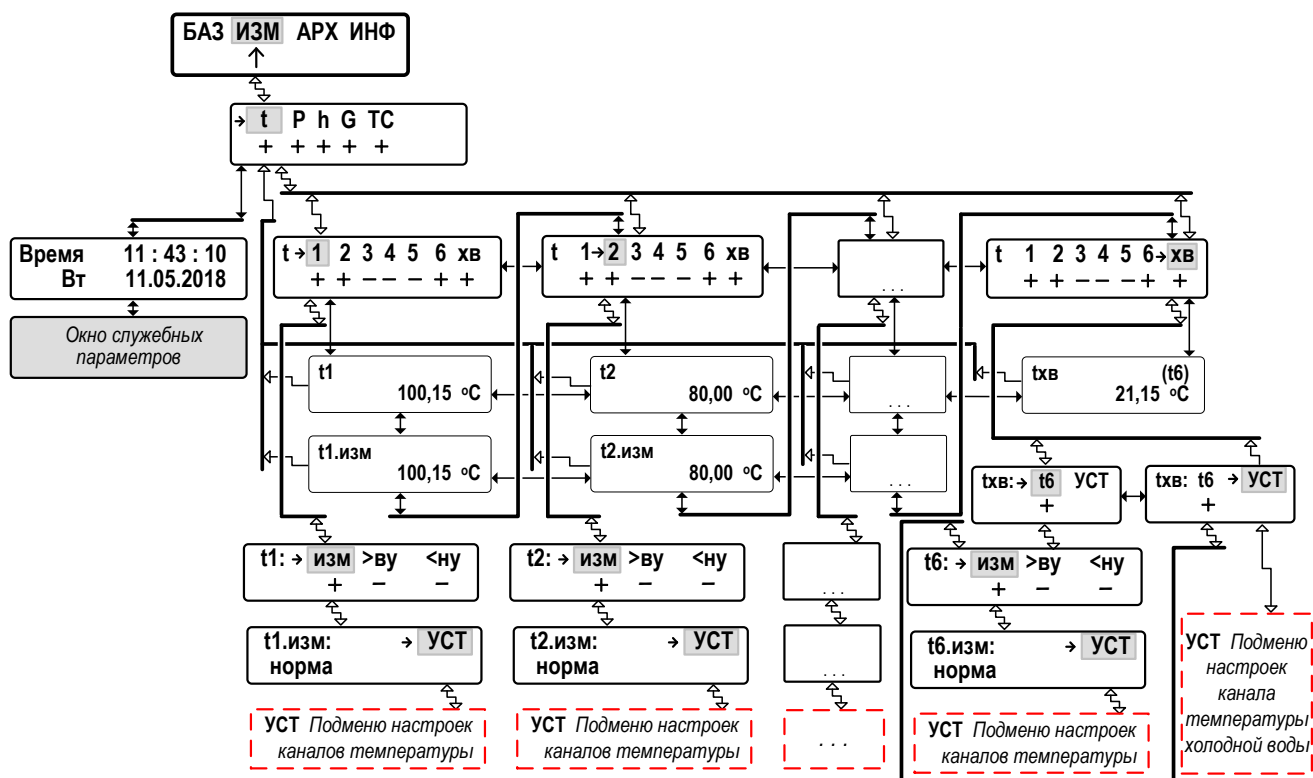

Рис.6. Структура меню с результатами измерения температуры.
2.2.2.2. Перемещение между окнами индикации в меню измерительных параметров (для параметра t) показано на рис.6.
При наличии возможности входа в одно и то же подменю из разных меню (например, в $t6$: **изм >ву <ну**, рис.6) обратный переход в «стартовое» меню (с использованием кнопки $\odot$) будет выполняться по маршруту вхождения в данное подменю.